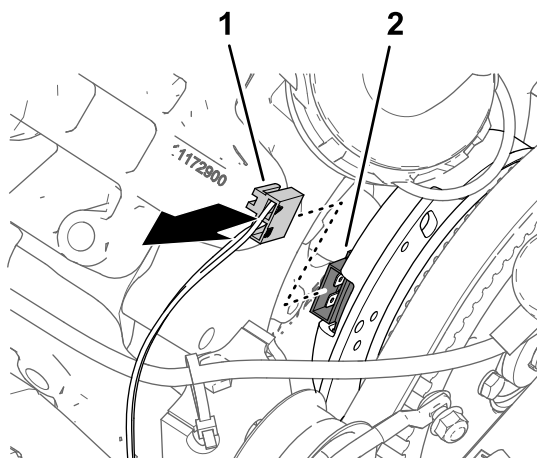

Figure 168
1. Débranchez le connecteur à 2 douilles du faisceau de la machine étiqueté SPRAY PUMP COIL du connecteur à 2 broches de l'alternateur (Figure 168).